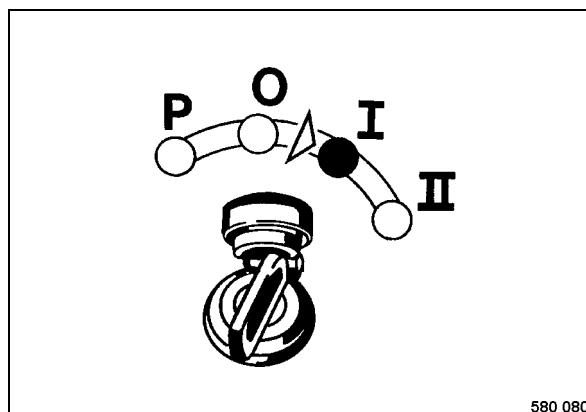

Fig. 111
- Colocar el interruptor de encendido y arranque a posición „I“ (Fig. 111).